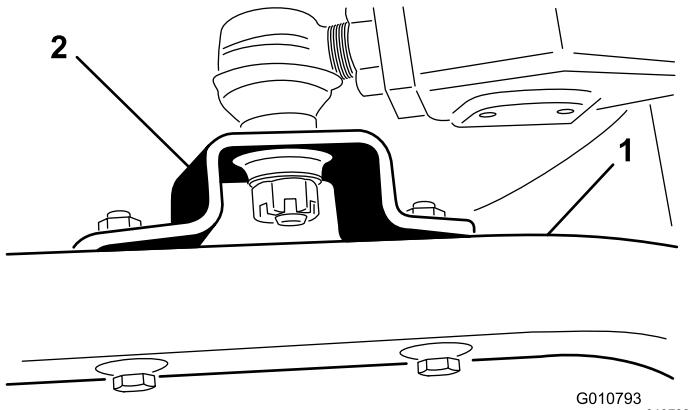

Bild 19
3. Entfernen Sie die Kopfschrauben und Sicherungsmuttern, mit denen die Befestigungen der Kugelgelenke an den Laufradarmen an der Schneideeinheit befestigt sind (Bild 19).